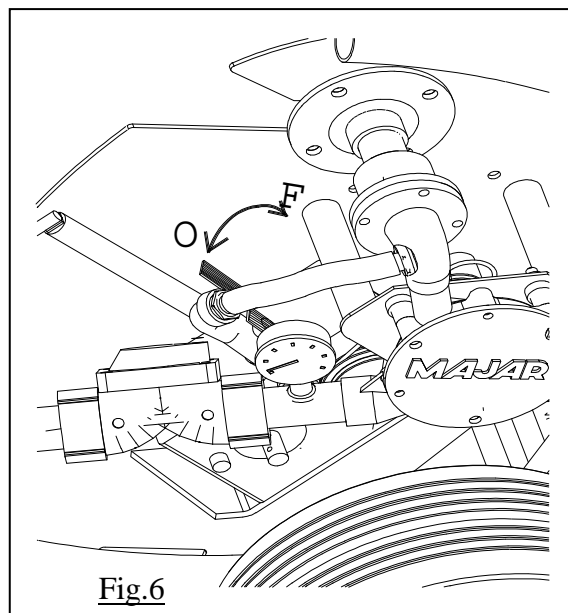

Fig.6
- Ouvrez la vanne du by-pass (pos.O-Fig.6).